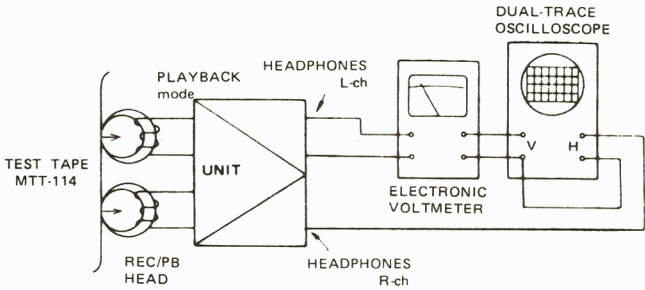

Figure 8-2
- 1) Connect instruments as shown in Figure 8-2.
- 1) Die Instrumente gemäß Abb. 8-2 anschließen.
- 1) Brancher les instruments comme le montre la Fig. 8-2.